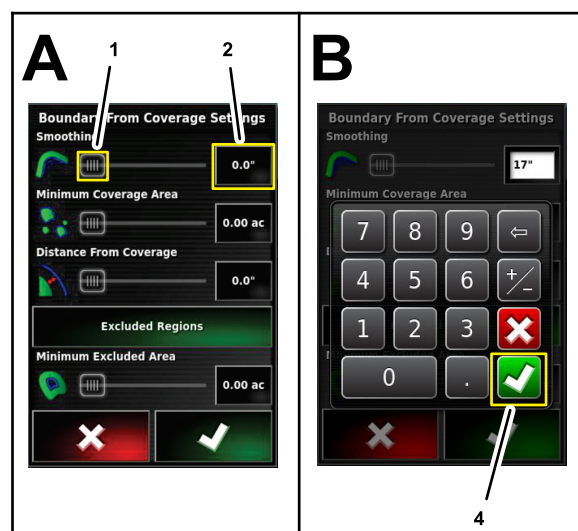

Figura 52
3. Premete l'icona Numero per l'impostazione Spianamento (Figura 52). Utilizzate il tastierino sullo schermo per inserire un valore, quindi premete l'icona Conferma.